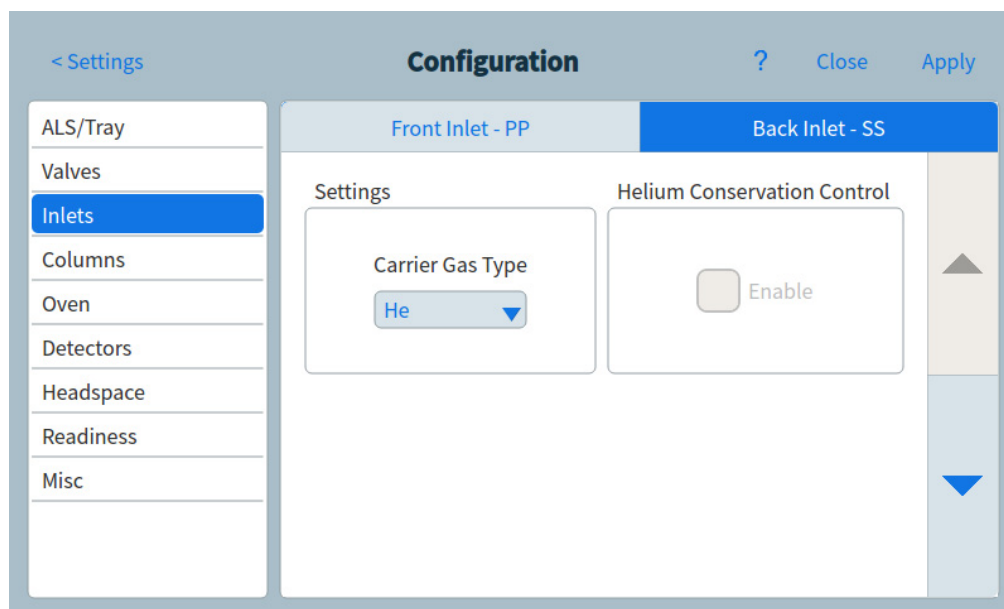

Abbildung 66. Seite „Inlets“
- 1 Drücken Sie **Settings (Einstellungen)** > **Configuration (Konfiguration)** > **Inlets (Einlässe)**. Die Eigenschaften für den ausgewählten Gerätetyp werden auf der rechten Seite des Bildschirms angezeigt. Siehe **Abbildung 66**.